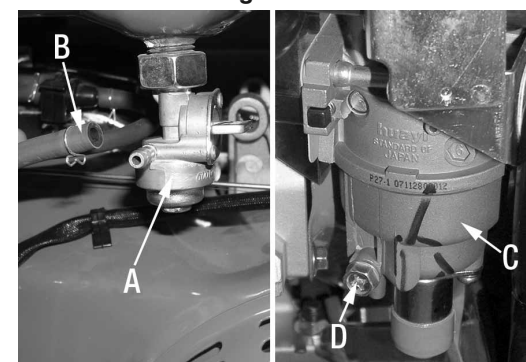

Figure 17
- 3) Tournez la soupape à essence (A) Fig.17 en position "OFF".
- 4) Débranchez le boyau à essence (B) de la soupape à essence.
- 5) Tournez la soupape à essence en position "ON" et écoulez l'essence du réservoir. Pivotez la soupape à essence vers l'extérieur pour rendre la tâche plus simple tel qu'illustré à la Fig.17.
- 6) Dévissez le boulon hexagonal d'écoulement (D) du carburateur (C) et écoulez le restant de l'essence à l'intérieur du carburateur et du boyau.